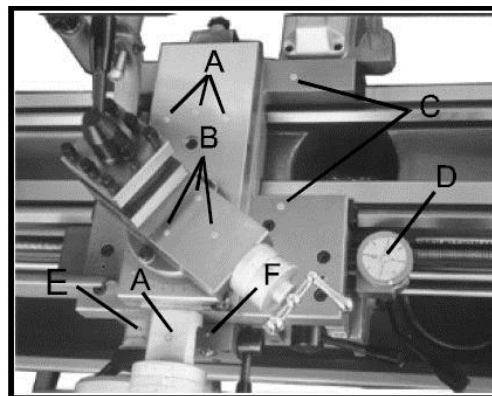

Рис. 7
4. **Поперечные салазки суппорта** — Раз в день смазывайте через четыре смазочные отверстия (А, рис. 7) машинным маслом 20W.
5. **Верхний суппорт** — Раз в день смазывайте через три смазочные отверстия (В, рис. 7) машинным маслом 20W.
6. **Каретка** — Раз в день смазывайте через два смазочные отверстия (С, рис. 7) машинным маслом 20W.
7. **Резьбоуказатель** — Раз в день смазывайте через одно смазочное отверстие (D, рис. 7) машинным маслом 20W.
8. **Ручной маховик** — Раз в день смазывайте через одно смазочное отверстие (Е, рис. 7) на фартуке ручного маховика машинным маслом 20W.
9. **Рукоять переключателя между продольной и поперечной подачами** — Раз в день смазывайте через одну шариковую масленку (F, рис. 7) на верхней части фартука машинным маслом 20W.